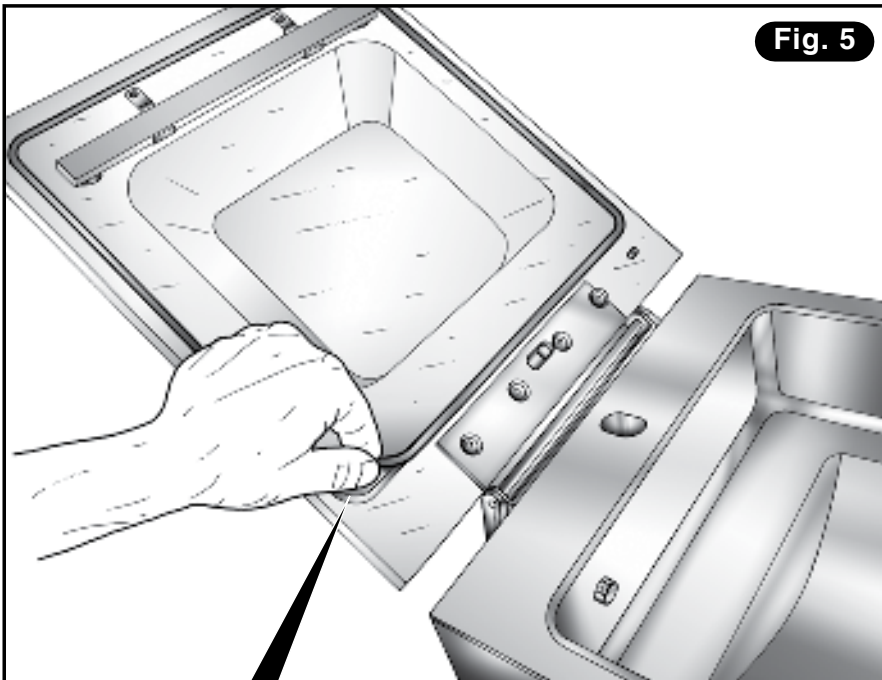

Fig. 5
- 4) Quite la junta vieja, extrayéndola de su asiento. Con la ayuda de un detergente neutro, limpie con cuidado el asiento de la junta (**Fig. 5**).
- 3) Quite el anillo elástico del perno de fijación del pistón (Fig. 5).